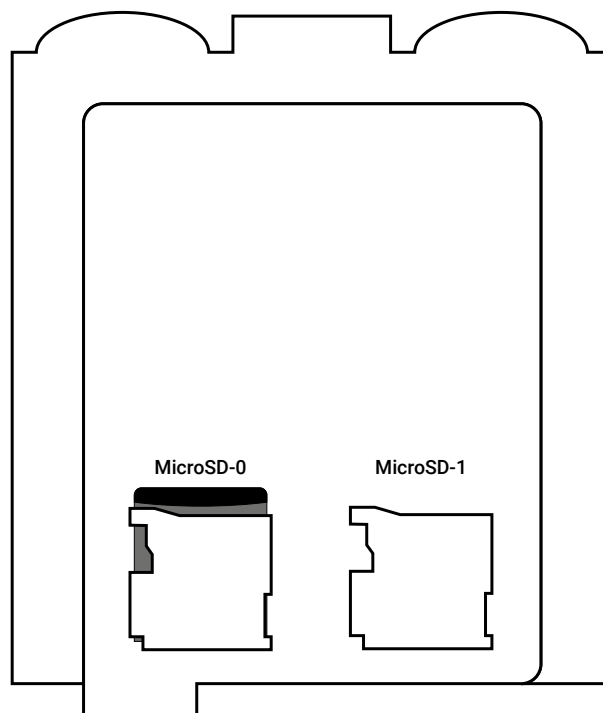

Figura 3. La scheda del dispositivo
8. Per utilizzare l'apparecchio in rete VPN è necessario inserire il file "vpn.json"4 con le impostazioni corrette connessioni su un disco esterno, installabile in uno slot MicroSD-1 (vedi figura 3).
Per la configurazione manuale delle impostazioni di rete (indirizzo IP, gateway, maschera, DNS) posizionare il file "network.json"5 su un disco esterno, installabile in uno MicroSD-1 slot (vedi figura 3).